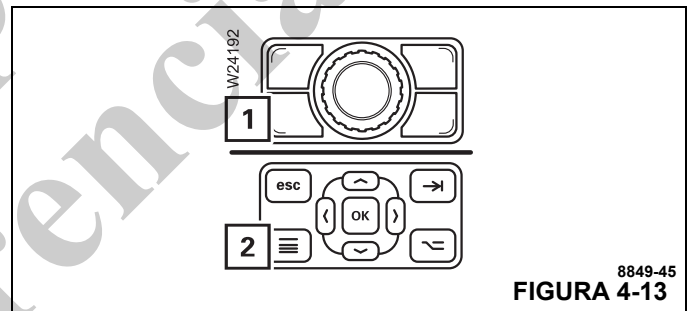

FIGURA 4-13
Para ello, abra el menú principal del ODM presionando una vez el botón (1, Figura 4-13) o (2).